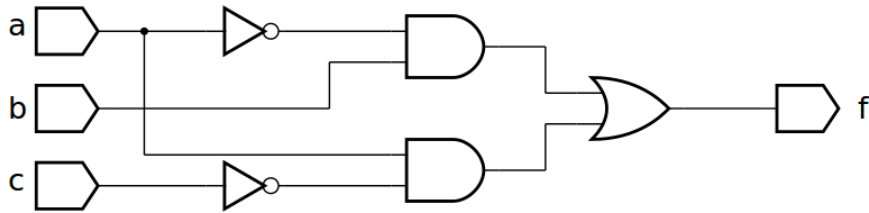

Figura 5.13 – A implementação da função $f(a,b,c) = a'b + ac'$ na forma E-OU.
- b) A função $f(a,b,c) = a'b + ac'$ pode ser implementada por dois níveis de portas lógicas E-OU. A implementação desta função na forma E-OU é mostrada na Figura 5.13.